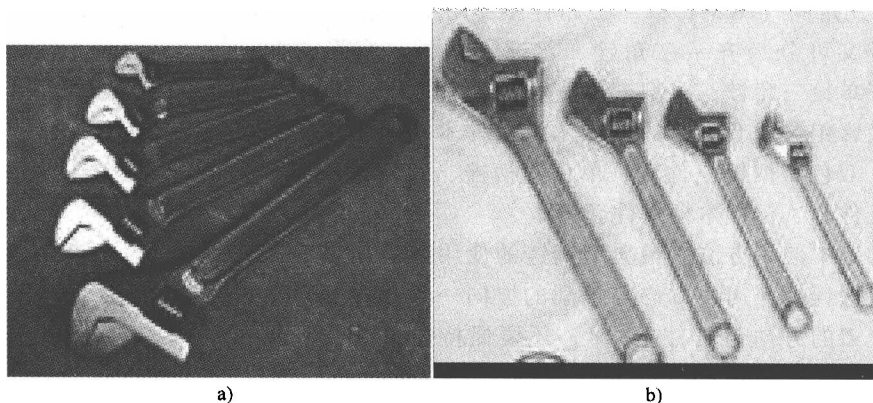

图 1-16 活扳手
(2) 活扳手 活扳手又称为活络扳手,通常用于旋紧或旋松有角螺钉及螺母。活扳手的结构如图 1-16 所示,包括手柄、头部固定钳口、头部活动钳口和调节蜗杆四部分。